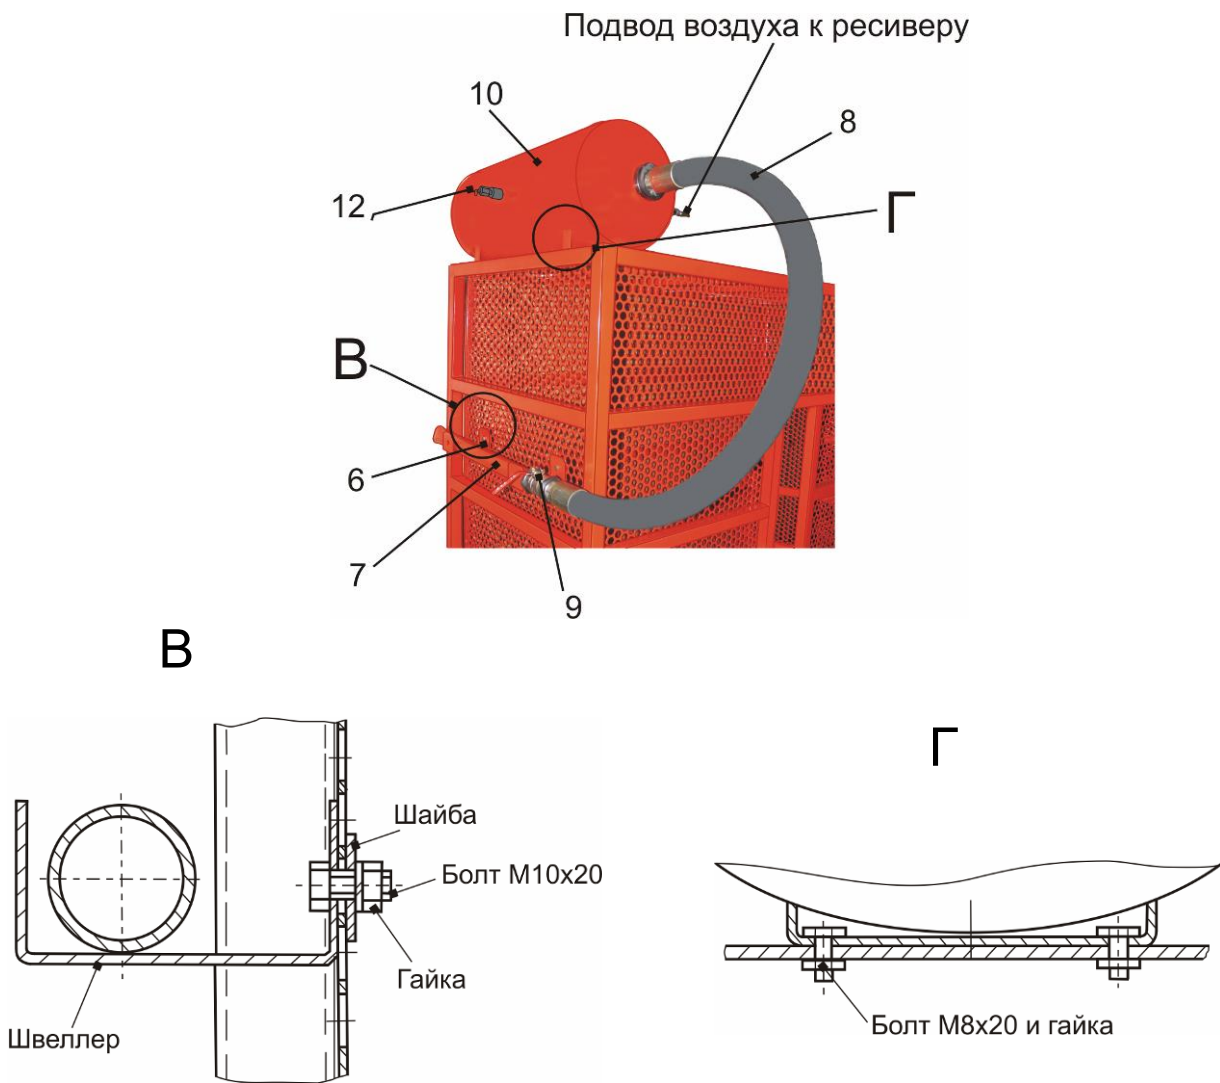

Рисунок 2 – Внешний вид
5.3.2 Установить и закрепить на крыше клетки ресивер 10 на 4 болта М8х20 (рис.2). К ресиверу подсоединить манометр 13, рукав 8, раструб 7. Раструб уложить на два швеллера 6, закрепленные на боковой стенке клетки. Подсоединить шланг подачи сжатого воздуха к входному штекеру 14 ресивера (рабочее давление 8...10 бар.) при помощи соединительной розетки .
- 6.9. Подведите имеющийся на конце рукава 8 устройства взрывной подкачки раструб 7 (рис.2) к закраине диска. Для этого в клетке предусмотрен специальный проем.